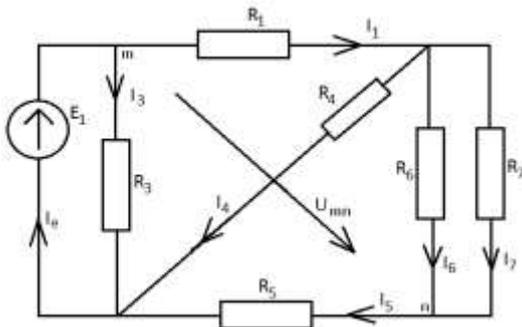

Рис. 165
1.5.3. Рассчитаем эквивалентную ЭДС генератора – рис. 165.